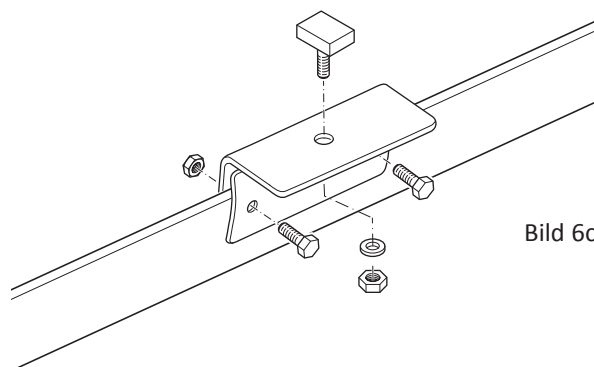

Bild 6c
- Hammerkopfschraube gem. Bild 6c vormontieren